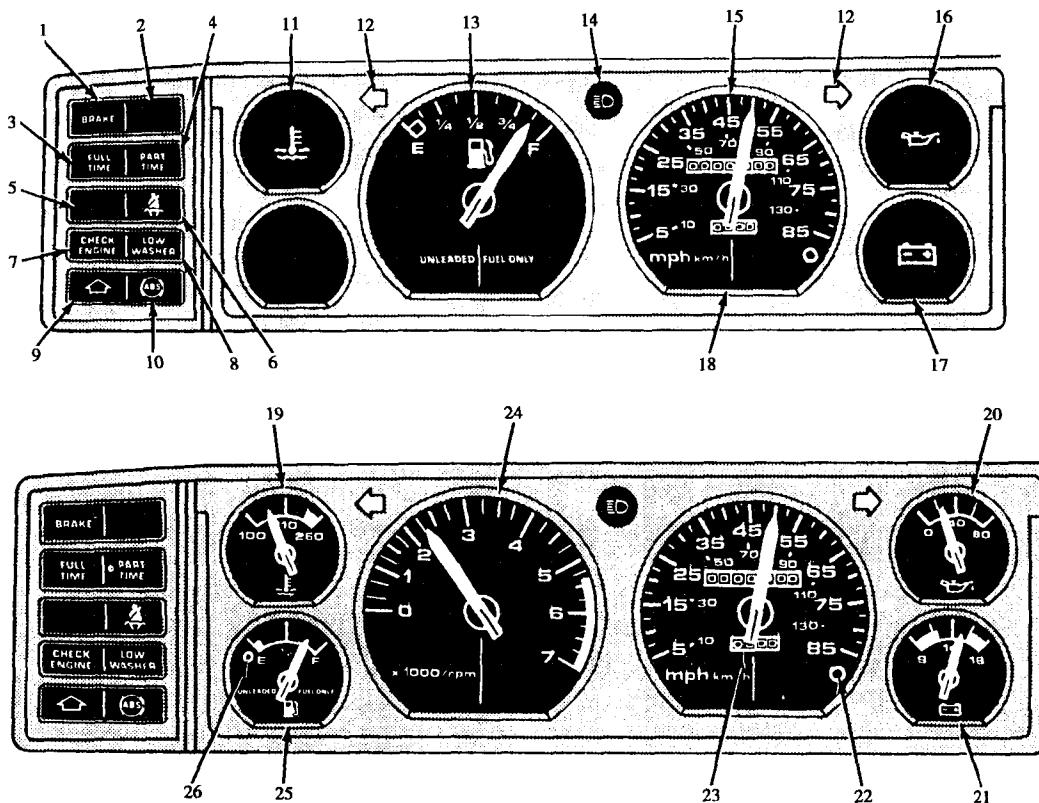

图 1-12 仪 表
该车所装的仪表板如图 1-12 所示的两种型式中的一种。在仪表板上装有各种仪表和警告、指示灯，主要有：
冷却液温度表（图 1-12 中 19）用以指示发动机冷却液温度，若其指针落在表盘红区，表示发动机过热。冷却液温度警告灯（图 1-12 中 11）若亮，表示发动机过热。
润滑油压力表(图 1-12 中 20)用以指示发动机润滑油压力(主油道中的润滑油压力)。汽车在行驶中润滑油压力应为 138 ~ 414kPa,发动机怠速运转时应为 90kPa。润滑油油压警告灯(图 1-12 中 16)若亮,表示发动机润滑油油压过低。
汽油量表(图 1-12 中 13、25)用以指示汽油箱中所储存的汽油量(相对量),若汽油量警告灯(图 1-12 中 26)亮,表示汽油箱所储存的汽油量不到 7.6L。
电压表(图 1-12 中 21)用以指示充电电压(发动机运转时)或蓄电池电压(接通点火电路但发动机还未起动时),电压的正常工作范围应为 11 ~ 15V。若充电警告灯(图 1-21 中 17)亮,表示充电电压或蓄电池电压过低。
车速表(图 1-12 中 15)用以指示汽车行驶速度,单位为 km/h(表盘内圈数字)。
里程表(图 1-12 中 18)用以指示汽车总行驶里程,期间里程表(图 1-12 中 23)指示汽车在某一期间行驶的里程,按下归零钮(图 1-12 中 22),期间里程表读数回归到零。
发动机转速表(图 1-12 中 24)用以表示发动机转速,单位为 r/min。
8. 制动和制动液压力警告灯(图 1-12 中 1)亮时,表示已施加驻车制动,解除驻车制动后该灯应灭。若仍亮,表示制动液压力过低或制动液液面过低。
9. 安全带指示灯(图 1-12 中 6)亮时,表示驾驶员未系好安全带。
10.“CHECK ENGINE”(检查发动机)灯(图 1-12 中 7)在汽车行驶中亮时,表示电控汽油喷射发动机有故障,应将汽车开到维修点进行维修。
11. 升档指示灯(图 1-12 中 9)在汽车行驶中亮时,表示应将变速器挂高一档。
12. 大灯远光指示灯(图 1-12 中 14)亮时,表示汽车大灯为远光。
13. 挡风玻璃清洗液警告灯(图 1-12 中 8)亮时,表示挡风玻璃清洗液液面过低。